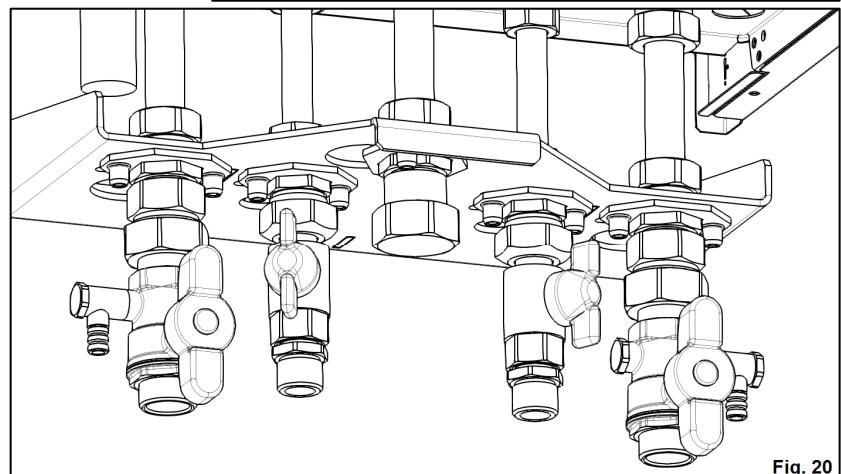

Fig. 20
**14.** Ansamblurile obținute se montează pe unitate, prin intermediul conexiunii de tip olandez, într-o poziție convenabilă utilizării (Fig. 20).